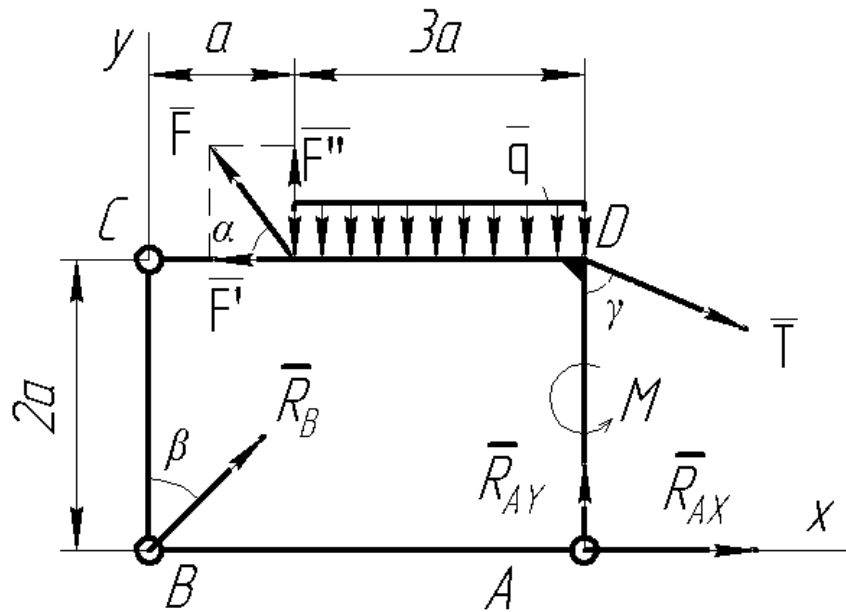

Рисунок 2.11 – Расчетная схема к примеру выполнения задания 1
1. Рассмотрим равновесие фермы. Разместим ферму в декартовой системе координат XU , отбросим связи и изобразим вместо них на нем кроме действующих силовых факторов реакции связей (см. рис. 2.11). Здесь $T = P$.
Отрицательные знаки при R_{AX} и R_{AY} показывают, что они направлены противоположно показанным на рис. 2.11.